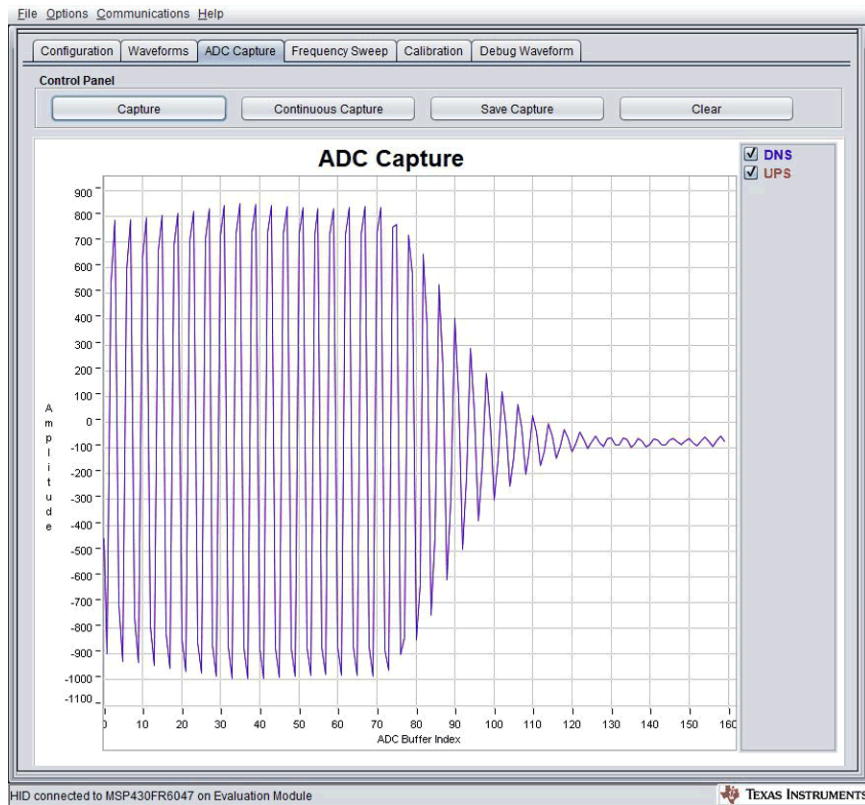
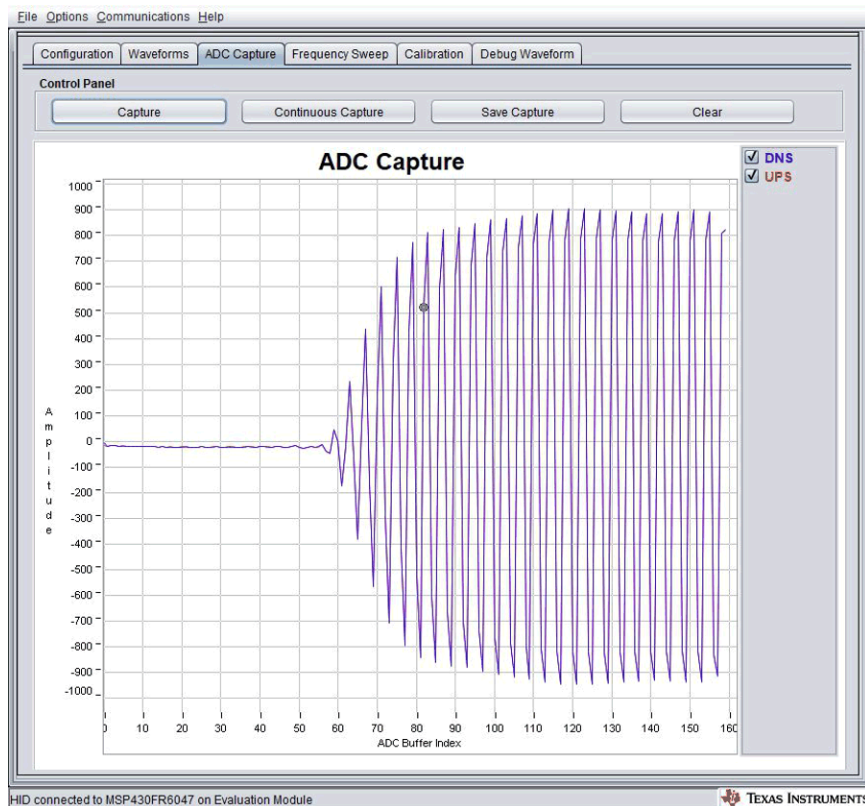

图 11. 时间间隔设置过长
图 12. 时间间隔设置过短
- 调整脉冲开始与ADC工作的时间间隔。图11为该时间间隔设置过长的结果。图12为该时间间隔设置过短的结果。